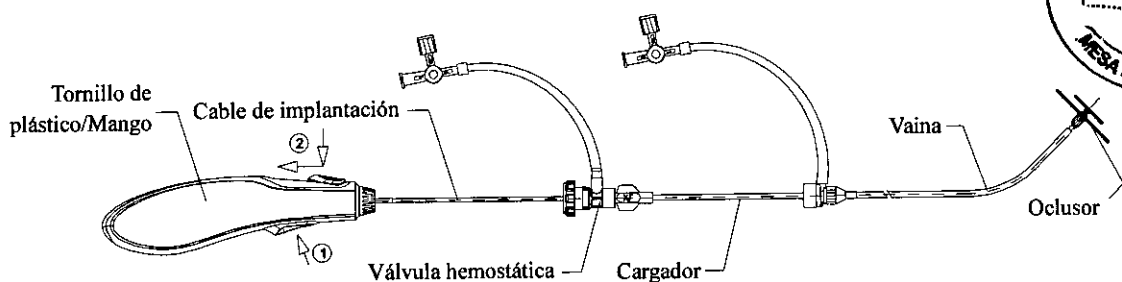

Figura 8 Ilustración de la liberación del ocluidor
- Suelte el dispositivo cuando la posición sea correcta. Presione el botón azul y desplace hacia atrás mientras mantiene presionado el botón naranja. Retraiga suavemente el cable hasta que se separe del ocluser. Saque finalmente el cable de implantación y la vaina del paciente (vea la **Figura 8**).